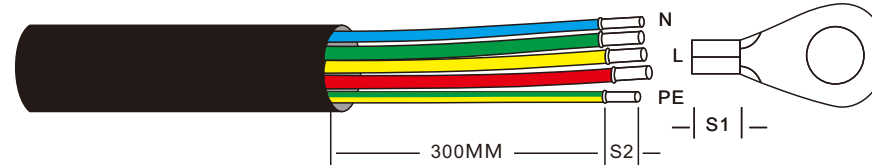

图3.20 剥开交流线缆
1. 将交流线缆绝缘护套的末端剥去约300mm，然后剥去每根导线的末端（如图3.20所示）。